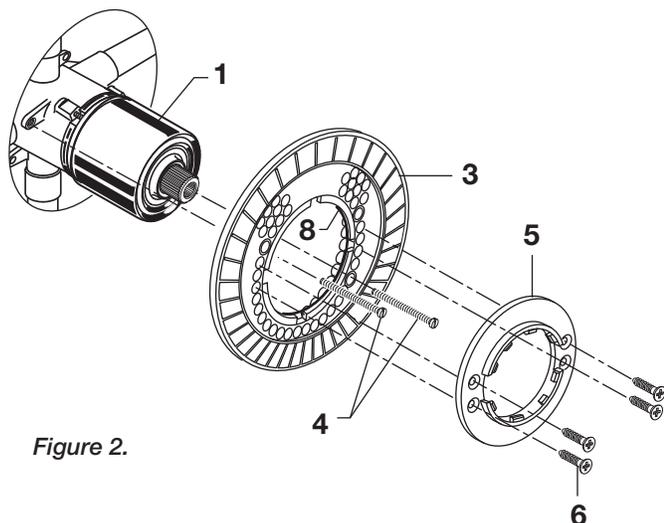

Figure 2.
- **Figure 2.** S'assurer que les JOINTS TORIQUES (8) sont bien fixés au niveau du SUPPORT DE ROSACE (3). Pousser le SUPPORT DE ROSACE (3) sur le CAPUCHON (1) et fixer à l'aide des LONGUES VIS (4). Monter le SUPPORT DE ROSACE (5) au SUPPORT DE ROSACE (3) avec 4 VIS COURTES (6).